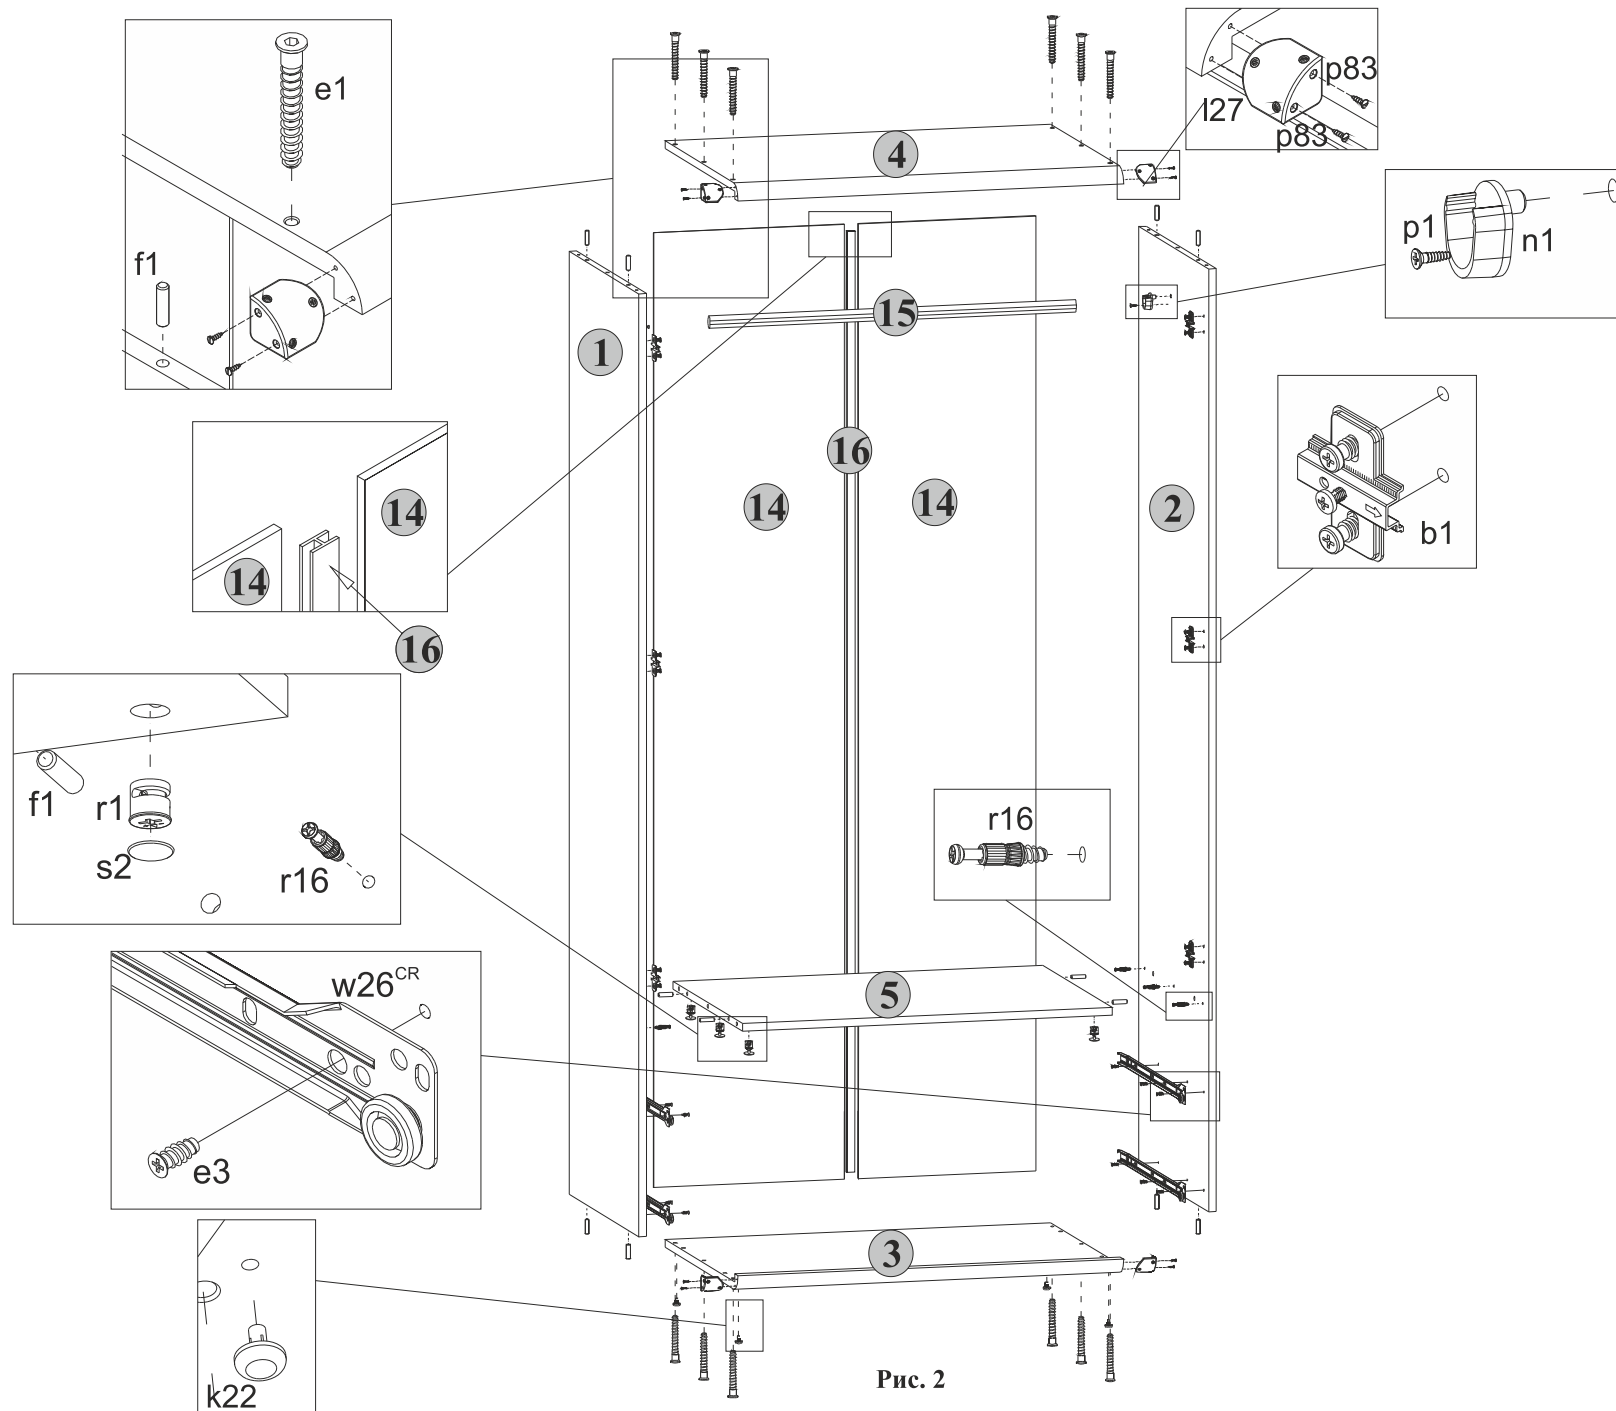

Рис. 2
5.2 В отверстия диаметром **8 мм** на верхних и нижних кромках стенок боковых **1** и **2**, а также на боковых кромках полки соединительной **5** вбить деревянные шканты **f1 (см.рис. 2)**.
5.5 В отверстия диаметром **5 мм** над направляющими роликовыми **w26^{CL}** и **w26^{CR}** на внутренних поверхностях стенок боковых **1** и **2** вкрутить винты стяжки **r16**, пользуясь крестообразной отверткой (**см.рис. 2**).
5.6 Для изделия **Шкаф JSZF 2d2s** в отверстия диаметром **8 мм** на внутренних поверхностях стенок боковых **1** и **2** вставить штангодержатели **n1** и закрепить шурупами **p1**, пользуясь крестообразной отверткой (**см.рис. 2**).
Для изделия **Шкаф JSZF 2d2s с полками** в отверстия диаметром **5 мм** на внутренних поверхностях стенок боковых **1** и **2** вставить полкодержатели **d1 (см.рис. 2)**.
5.7 На нижней поверхности полки соединительной **5** в отверстия диаметром **15 мм** вставить стяжки эксцентриковые **r1 (см.рис. 2)**.
5.8 В отверстия диаметром **4,5 мм** на нижней поверхности щита нижнего **3** вставить опоры полимерные **k22** (подпятники) (**см.рис. 2**).
5.10 К стенкам боковым **1** и **2** присоединить щиты нижний **3** и верхний **4** и стянуть еврошурупами **e1**, пользуясь специальным ключом **z1** из комплекта фурнитуры (**см.рис. 2**).